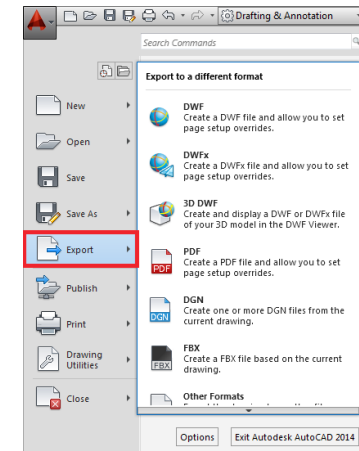

Рис. 9 Экспорт чертежа в другие форматы
- Пункт **Export (Экспорт)** позволяет сохранить текущий чертеж в другие форматы, такие как PDF, DWF, DGN (Рис. 9).